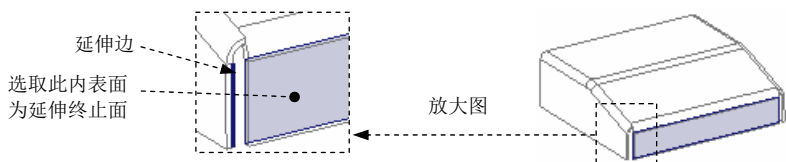

图 11.6.20 定义延伸边和延伸终止面
(1) 定义要延伸的边。选取图 11.6.20 所示的模型边线为要延伸边。
(2) 单击 **模型** 功能选项卡 **编辑** 区域中的“延伸”按钮  延伸，系统弹出“延伸”操控板。
(3) 在操控板中单击“将壁延伸倒参考平面”按钮 ，然后在系统  选择一个平面作为延伸的参考。的提示下，选取图 11.6.20 所示的钣金内表面为延伸的终止面。
(4) 单击操控板中的  按钮，完成延伸壁 1 的创建。